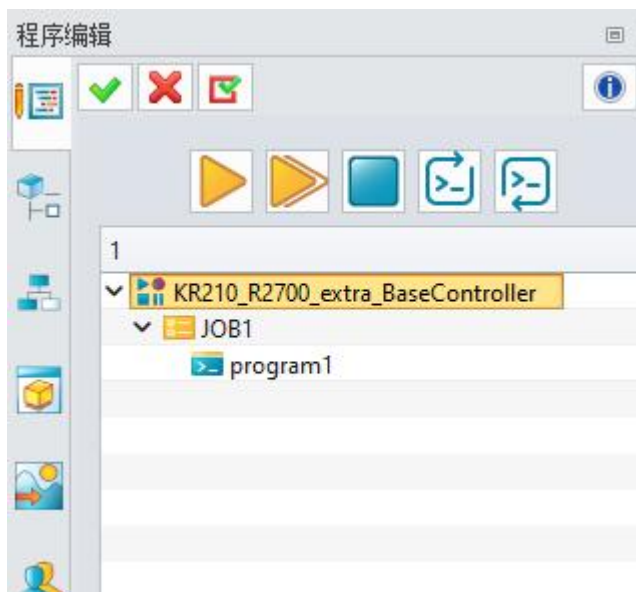

图 11-20: 运行按钮
- 使用“MOVL”命令，并将“loc-1”和“loc-2”指定为运动目标。(图 11-20)